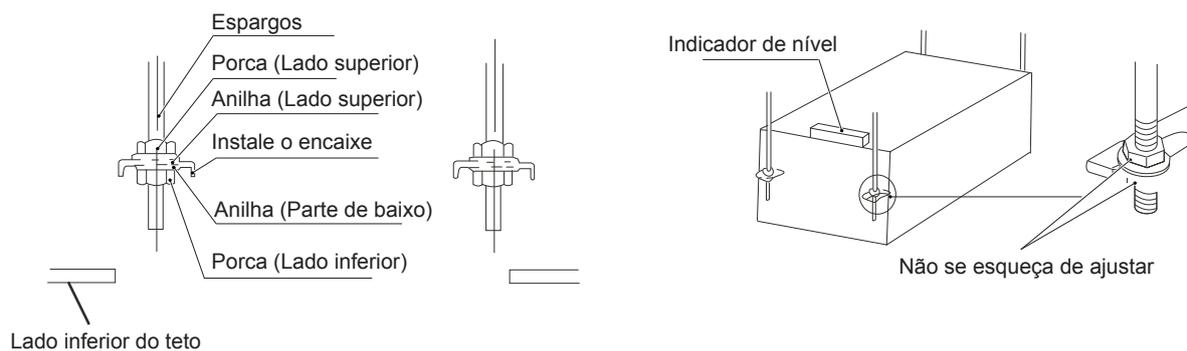

Fig.5-6
1. Ajuste a localização da porca, o intervalo entre a anilha (lado inferior) e o teto deve ser ajustado de acordo com as circunstâncias reais da construção. Ver Fig.5-6